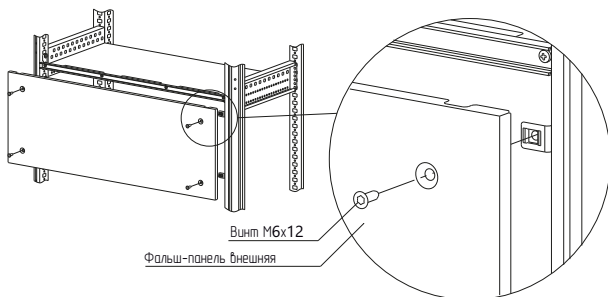

Рисунок 3
4.1.4 Закрепить фальш-панель внешней винтами М6×12 (рисунок 3). Момент затяжки – 7 Н·м.